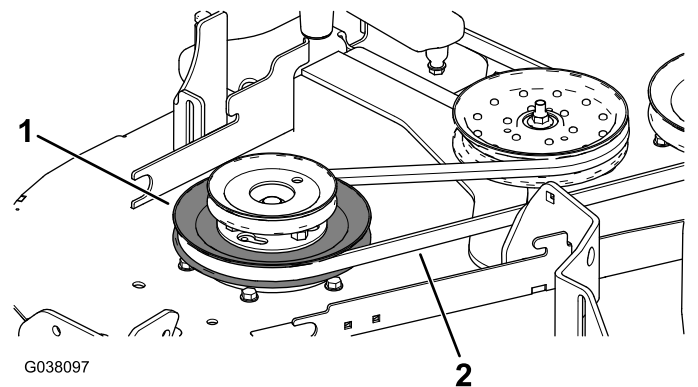

Bild 32
- Verlegen Sie den Mähwerkriemen um die untere Riemenscheibe der doppelten Riemenscheibe (Bild 32).